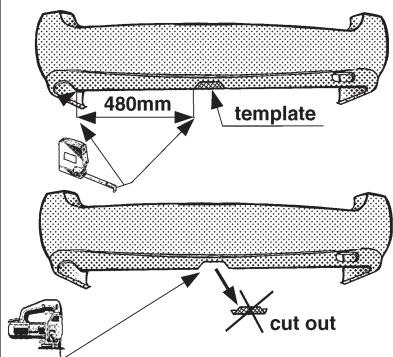
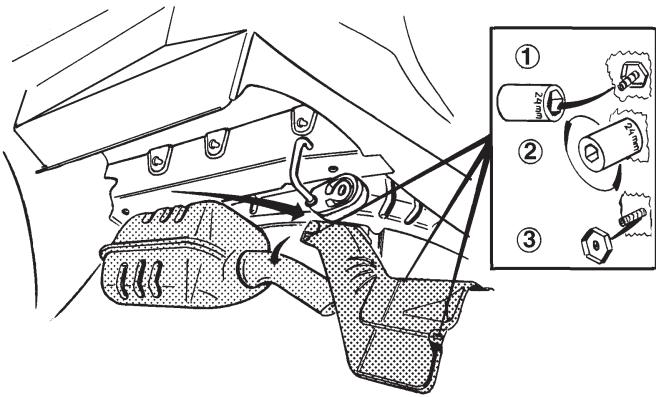

FIG.1
FIG.3
1. Klip skabelon ud og anbring den på kofangeren ifølge fig. 1. Sav det markerede stykke ud. Tag de yderste dæmpere ud af gummistropperne ifølge fig. 2 og fjern varmeskjoldene ifølge fig. 3. Fjern ifølge fig. 4 bitumenlaget på berøringsfladerne.
1. Recortar la plantilla y colocarla en el parachoques de acuerdo con la fig. 1. Serrar la parte indicada. Soltar los amortiguadores finales de las gomas de acuerdo con la fig. 2 y retirar los escudos térmicos de acuerdo con la fig. 3. Despejar de betún las superficies de contacto de acuerdo con la fig. 4.
1. Ritagliare la sagoma e posizionarla sul paraurti, come indicato in fig. 1. Segare via la parte indicata. Estrarre gli ammortizzatori dai sostegni in gomma, come indicato in fig. 2, e rimuovere gli scudi di isolamento come indicato in fig. 3. Rimuovere il bitume dalle superfici di contatto, come indicato in fig. 4.
1. Korzystając z szablonu wykonać podcięcie w zderzaku według rys. 1.Zdjąć wydech z gumowego uchwytu wydechu rys.2, a następnie zdjąć osłonę wydech według rys.3. Stosując się do rys.4 oczyścić powierzchnie styku z masy bitumicznej.